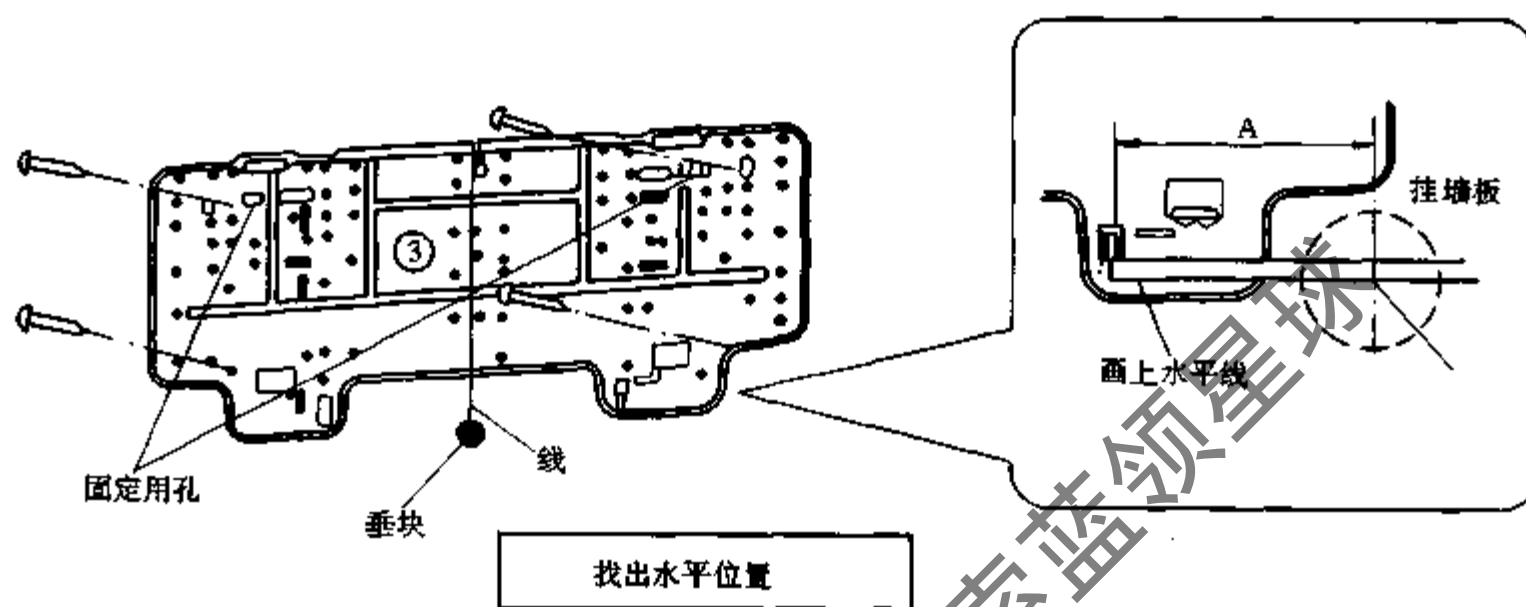

图 7-16 挂墙板的固定
(1) 在横梁下或竖柱边的平整墙面上安装,首先用一个钢钉将挂墙板固定在墙面上。见图 7-16。
(2) 用一根系有螺丝钉的线,从板中心垂下(或用水平仪)找出水平,用水泥钢钉固定。如果是后出管,应用卷尺测出穿墙孔的位置 A。